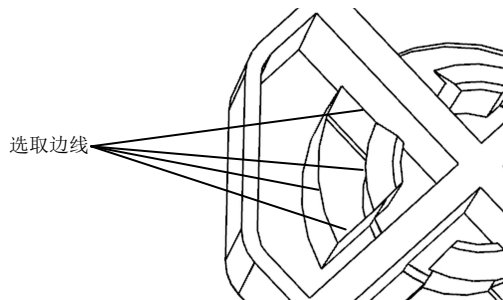

图 3-16 选取拉伸曲面的边线及扣位边线
(27) 选取拉伸曲面的边线及扣位边线，如图 3-16 所示，创建一个有界平面。